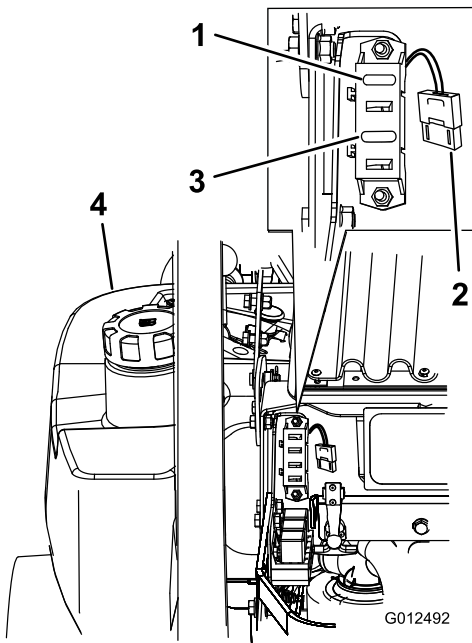

Figura 75
1. Destranque e levante o capot do motor para ter acesso ao porta-fusíveis (Figura 75).
3. Instale um novo fusível (Figura 75).